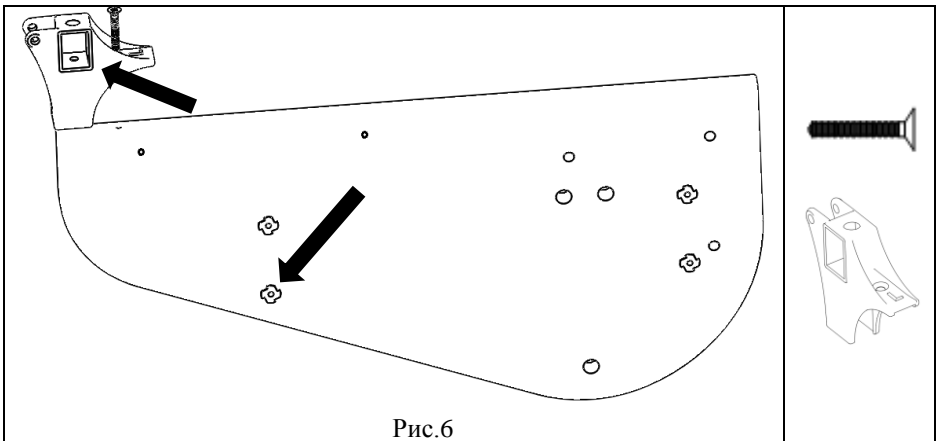

Рис.6
5.1.3.1. К стенке боковой левой (поз.2) установить СУТ.41.141. Основание шарнира левое (поз.1, пакет № 145а) и закрепить при помощи винта самонарезающегося (поз.7, пакет №158), см. рис.6.